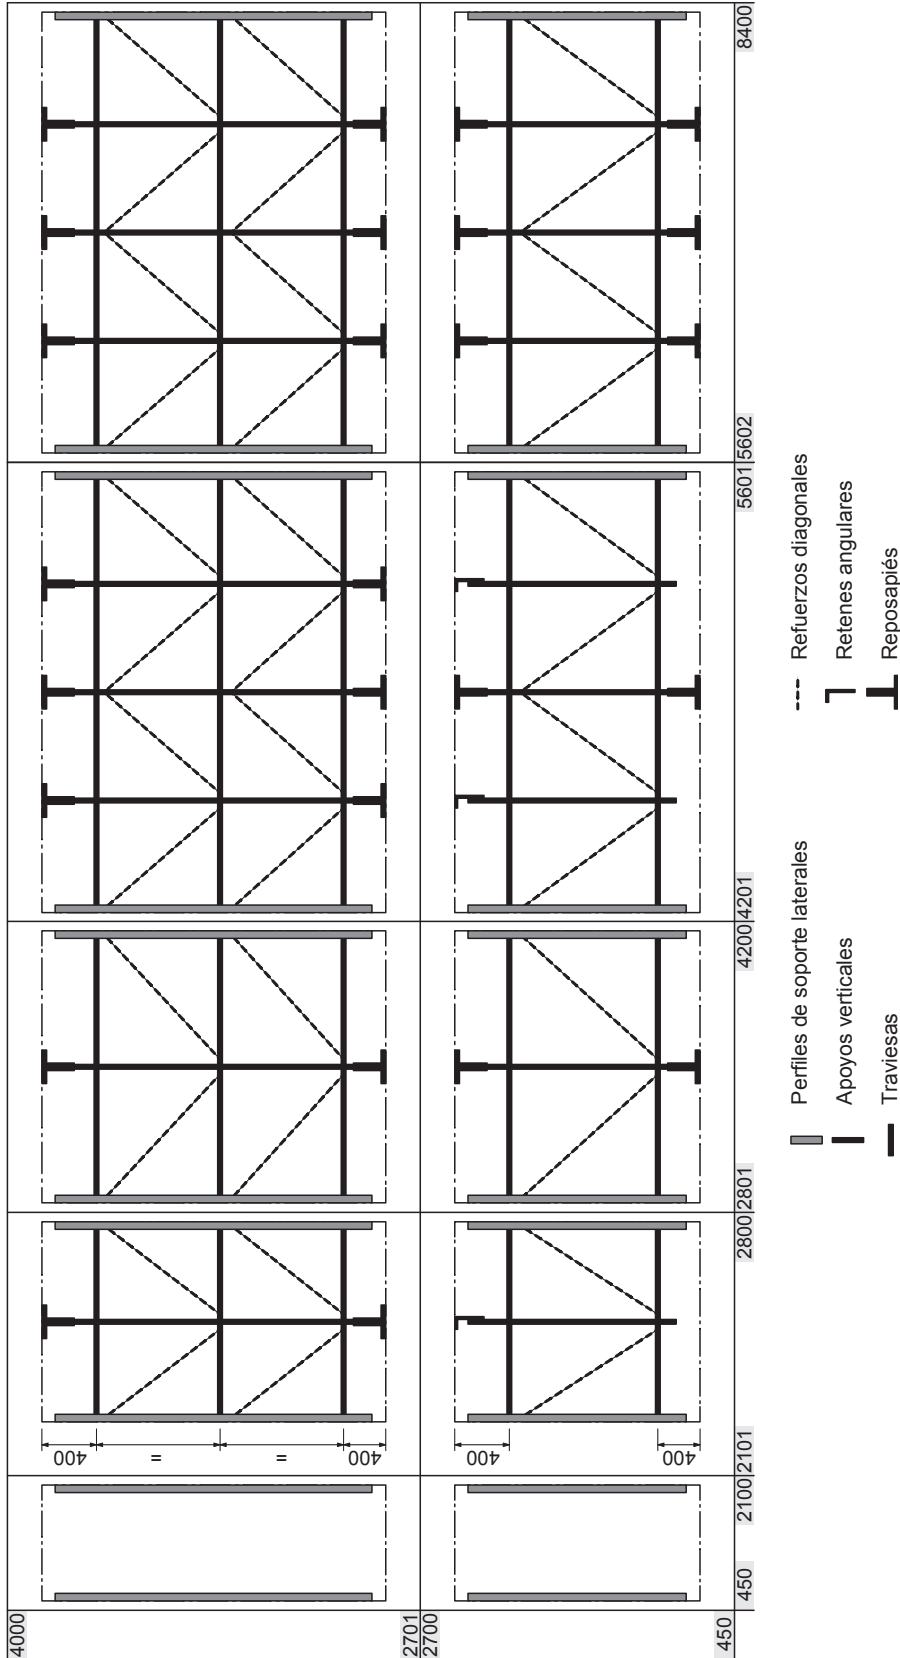

Fig. 4: Resumen de las estructuras de bastidor del evaporador secundario (dimensiones internas del canal en mm)
Importante: en los sistemas con una anchura >2800 mm, algunos o todos los apoyos verticales de la unidad de evaporación secundaria se fijan con patas de apoyo especiales en el techo y el suelo del canal (véase Fig. 4). En los sistemas con una anchura >4500 mm, se fija además el manguito vertical de la unidad de boquillas con una pata de apoyo en el suelo del canal (véase Fig. 24). Asegúrese de que la superficie de montaje sobre la cual se fijan las patas de apoyo del suelo del canal (o de la cubeta) y del techo del canal se refuerza con las traviesas correspondientes.
8. Montaje de los refuerzos diagonales (véase también el Resumen de las estructuras de bastidor en la Fig. 4):